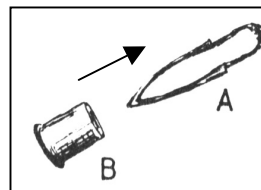
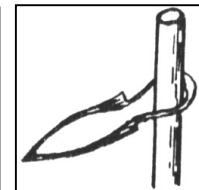

Bild 7
Bild 8
Hierbei wird zuvor die gelben Endlos-Folienverbindung über die Stangen gezogen (Bild 8). Danach wird die überlappende Folie in die Spindel (A) eingefädelt und mit dem Steckhut (B) festgezogen (Bild 7).